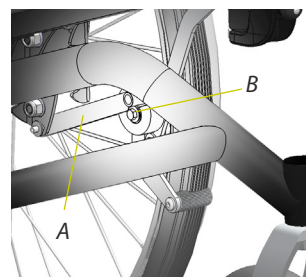

Bild 18
1. Skruva fast bromsenheten på bromsbalken (A, bild 18) genom att dra åt muttern (B).
Justera bromsverkan genom att lossa muttern (B, bild 18) och flytta bromsenheten längs balken (A) tills önskad bromsverkan uppnås.